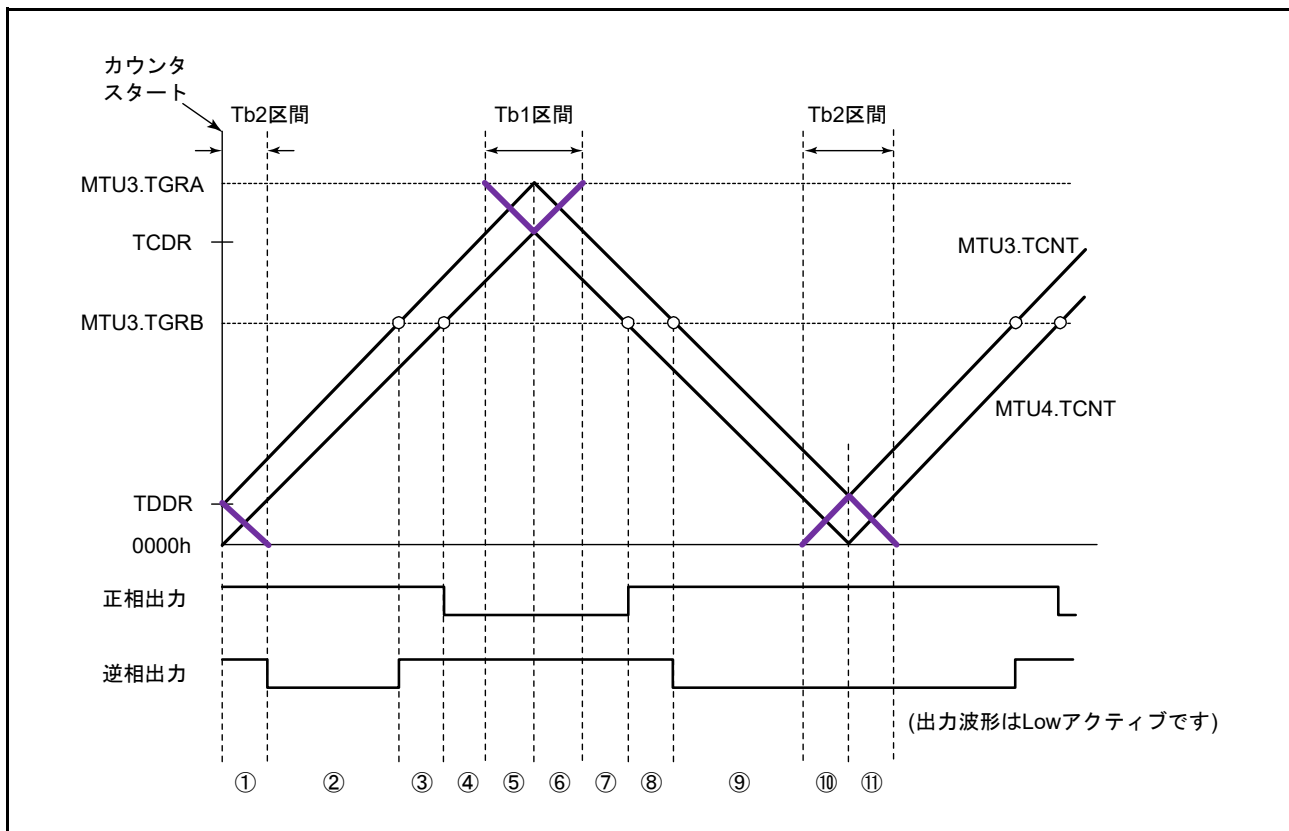

図 23.56 同期カウンタクリアタイミング
TWCR.WRE ビットを“1”に設定することで初期出力を抑止することができるのは、同期クリアが図 23.56 の⑩、⑪のような T_{b2} 区間に入ってきたときのみです。それ以外のタイミングで同期クリアが起こった場合は、TOCR1.OLSN, OLSP ビットで設定した初期値が出力されます。また、 T_{b2} 区間であっても、図 23.56 の①で示すカウンタスタート直後の初期出力期間で同期クリアが起こった場合には、初期出力の抑止は行いません。
(図 23.56 のタイミング⑥、TWCR.WRE ビット = 1)
(図 23.56 のタイミング⑧、TWCR.WRE ビット = 1)
(図 23.56 のタイミング①、TWCR.WRE ビット = 1)